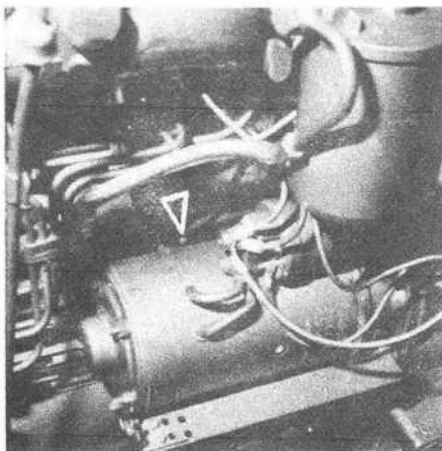

fig. 14
- Ouvrir le robinet de vidange du bloc moteur [fig. 14].